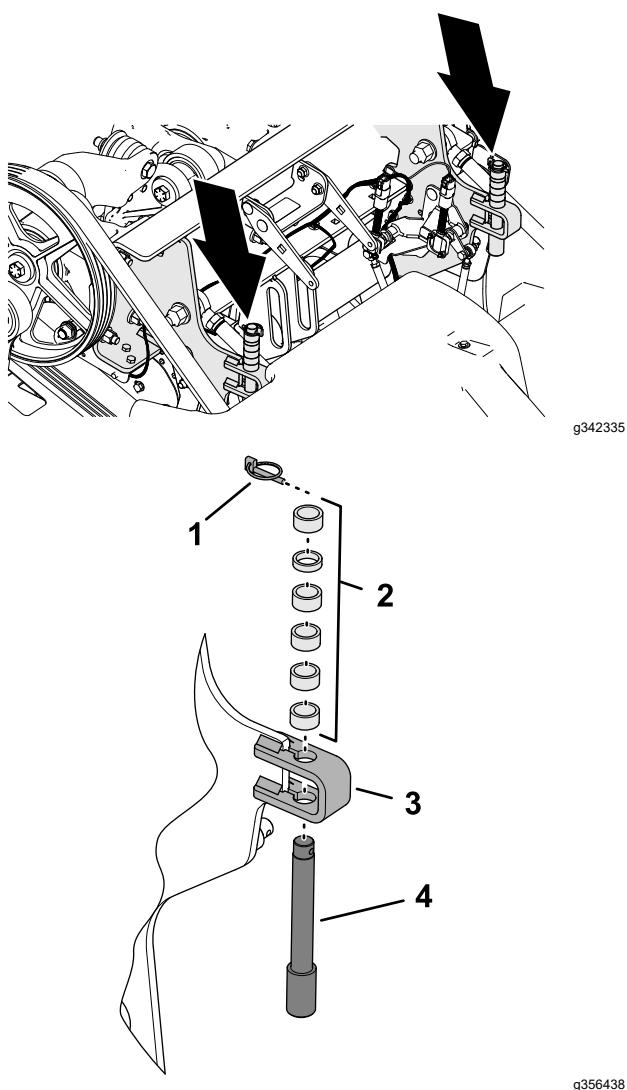

Bild 114
3. Entfernen Sie den Klappstecker, mit dem der Tiefenanschlagsstift und die Distanzstücke an der Anschlaghalterung befestigt sind (Bild 114).